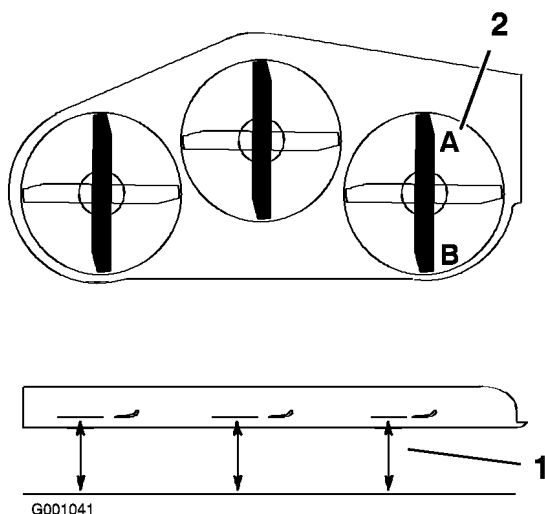

Bild 69
1. Stellen Sie das **rechte** Schnittmesser in Längsrichtung (Bild 69).
2. Messen Sie das rechte Messer an der Stelle **A** von einer ebenen Oberfläche bis zur Schnittkante der Messer (Bild 69).
4. Messen Sie das rechte Messer an der Stelle **B** von einer ebenen Oberfläche bis zur Schnittkante der Messer (Bild 69).
6. Das Schnittmesser sollte an Stelle **A** 6 bis 10 mm niedriger sein als an Stelle **B** (Bild 69). Sollte die Einstellung nicht richtig sein, machen Sie mit den folgenden Schritten weiter.